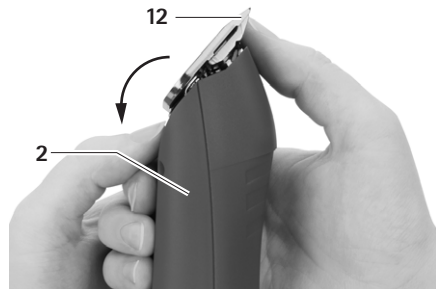

Fig. 5
- Fäll klipphuvudet 12 framåt, se Fig. 5.